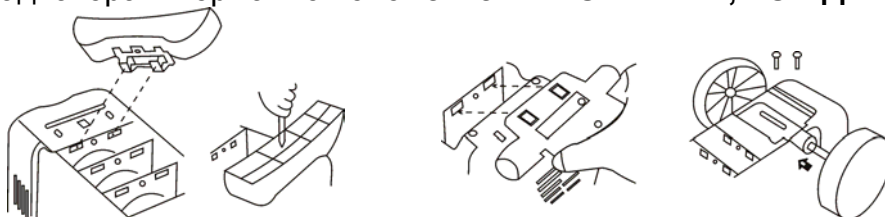

Рис. 1
- Поставете крачето на предната част на дъното на радиатора и го фиксирайте с винта (Рис.1).